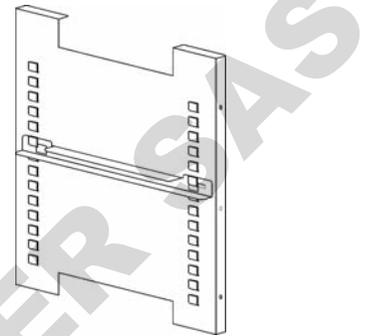

Figure 1-12. Montant installé
4. La figure 1-12 représente l'un des montants installés sur le panneau latéral droit.